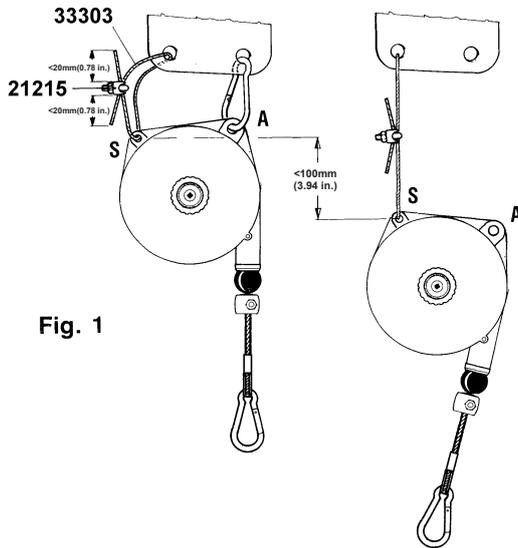

Fig. 1
Use hole A (Fig.1) for the main suspension and hole S (Fig. 1) for the safety suspension.
**Always connect the safety suspension S, using exclusively the supplied standard fittings (Fig.1), to a suitably sized support.** The safety support MUST NOT BE the same one used for the main suspension A (Fig.1). If the main suspension breaks,
the max falling distance must not be more than 100 mm(3.94 in.). Tighten the nuts of the clamp 21215 (Fig. 1) at a torque of 2 Nm(1.47 ft. lb).
- The user must visually inspect the balancer on a regular basis (such as, for instance, at each work shift) especially to check the state of suspensions A and S (Fig. 1), the fixing screws and the self-locking systems (if used), and the condition of the hooks and cable.
Utilice el orificio A (Fig. 1) para la suspensión principal y el orificio S (Fig. 1) para la suspensión de seguridad.
**Fije siempre la suspensión de seguridad S a un soporte adecuadamente dimensionado, utilizando exclusivamente los accesorios suministrados (Fig. 1).** El soporte de seguridad NO DEBE SER el mismo usado para la suspensión principal A (Fig. 1). La máxima caída en caso de rotura de la suspensión principal no debe superar los 100 mm (3,94 in.). Apriete las tuercas de las abrazaderas 21215 (Fig. 1) con un par de 2 Nm (1,47 ft. lb).